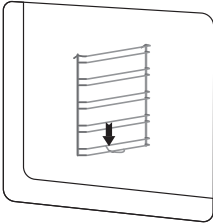

Рис. 1
- Слегка нажмите на крючок фиксации решетки (Рис. 1).